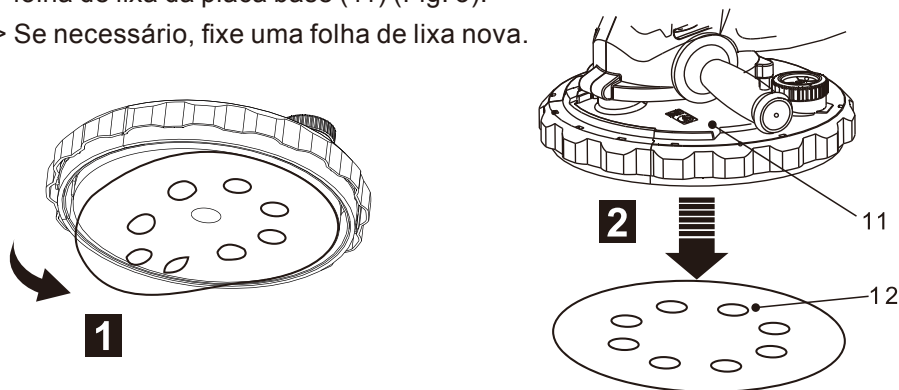

Fig.3
> Segure a extremidade da folha de lixa (12) e puxe-a para fora para retirar a folha de lixa da placa base (11) (Fig. 3).